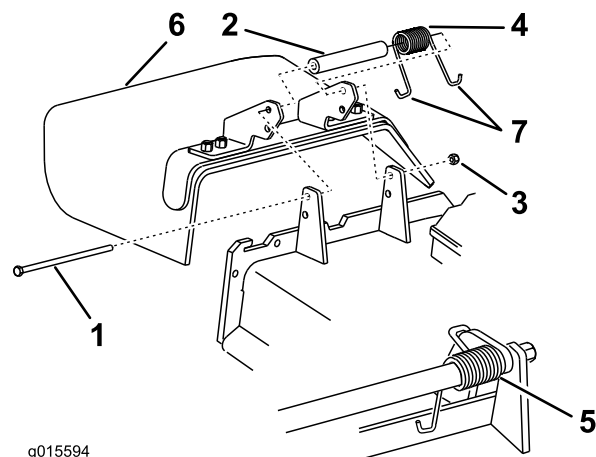

Figure 101
Remarque: Prenez soin de placer une extrémité en **J** du ressort derrière le bord du tablier avant de mettre le boulon en place, comme illustré à la Figure 101.
3. Remettez le boulon et l'écrou. Accrochez une extrémité en **J** du ressort au déflecteur d'herbe (Figure 101).
1. Retirez le contre-écrou, le boulon, le ressort et l'entretoise qui fixent le déflecteur aux supports de pivot (Figure 101). Enlevez le déflecteur s'il est endommagé ou usé.